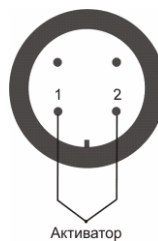

Рис. 3 – Схема подключения МПП к линии запуска
6.6 Подсоединить линию запуска, как показано на рис. 3, с учётом требований, изложенных в разделе 5.